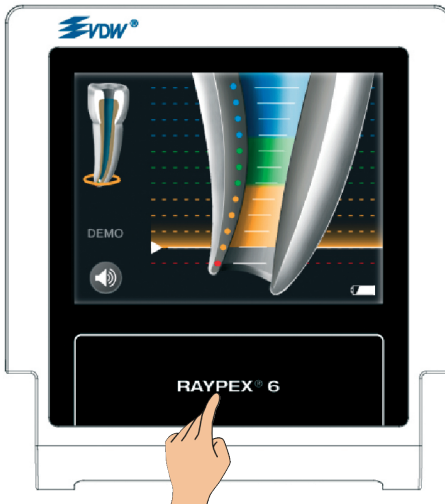

Fig. 37 Sortie du mode DÉMO
- Pour sortir du mode DÉMO, appuyez sur l'icône RAYPEX® 6 «Accueil» (Fig. 37).